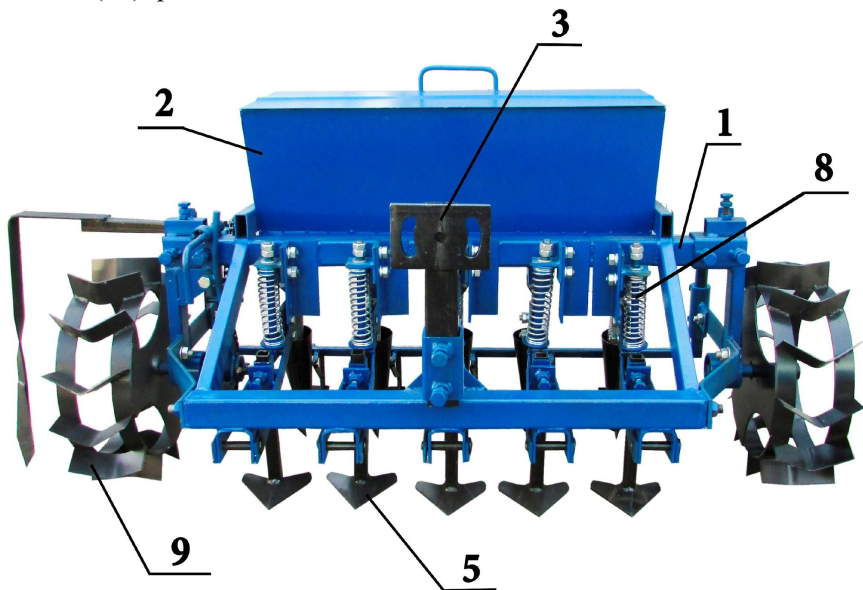

Рис. 1
Зовнішній вигляд сівалки показаний на рис. 1, 2, 3. Сівалка складається з рами (1), бункера (2), причіпного пристрою (3), сошників (4), плоскорізів (5), вузла правого колеса з механізмом приводу вала дозаторів,